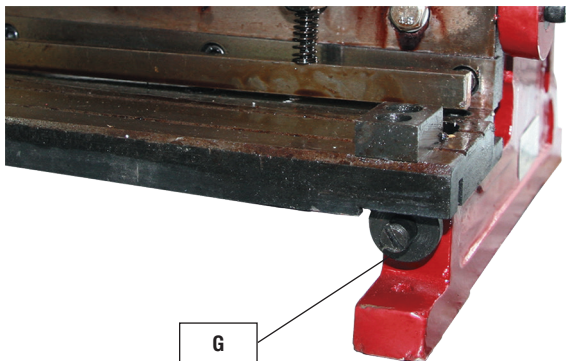

Рисунок 10 – Винт нижний регулировочный
3. Поверните регулировочные винты (G, рис. 10) чтобы изменить положение рабочего стола, и отрегулировать зазор между резаками. Не допускайте, чтобы резаки перекрывались.